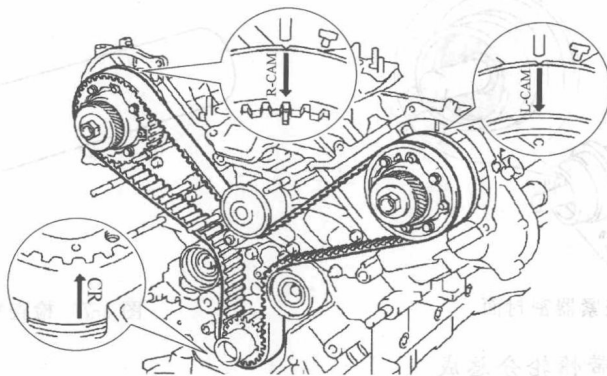

图 1-4 检查正时带的安装标记
- b. 如果要重复使用皮带，则检查正时皮带上的安装标记。如图 1-4 所示，通过转动曲轴，检查并确认皮带上 3 个安装标记。